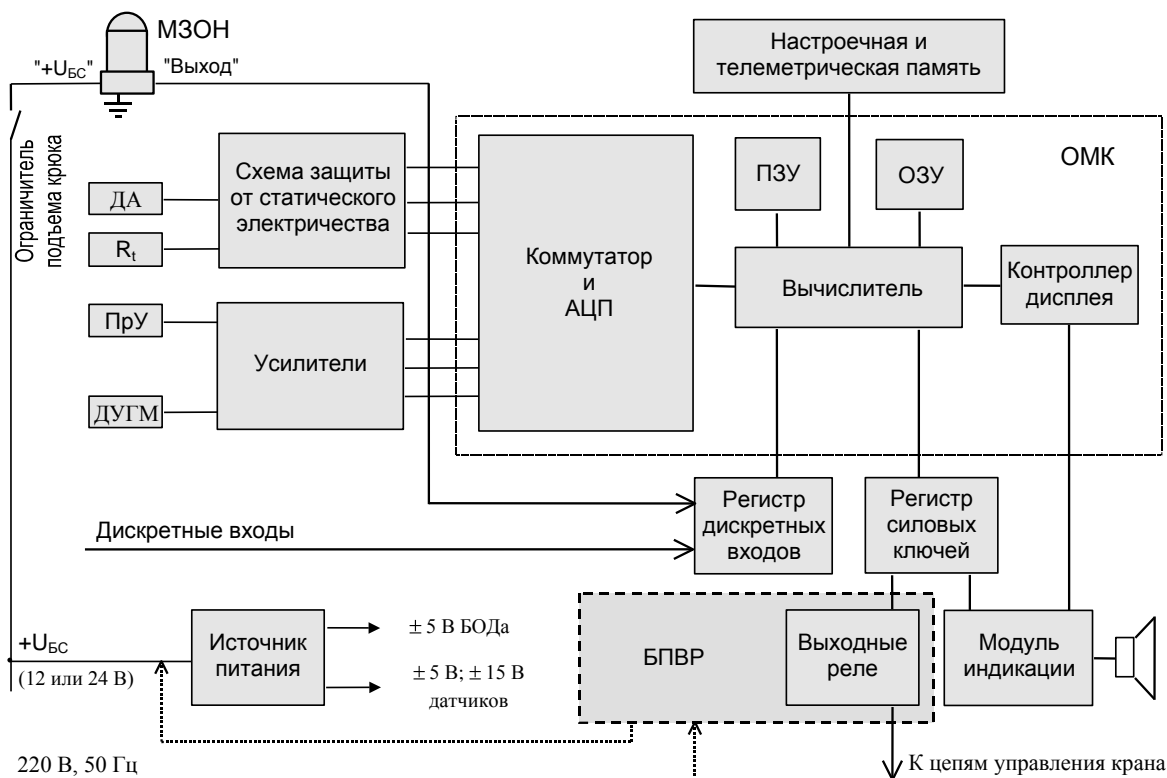

Рисунок 1 - Блок-схема ограничителя
1.4.1 Принцип действия ограничителя (см. рисунок 1) основан на последовательном опросе и преобразовании аналоговых сигналов с датчиков в цифровой код, определении угла наклона и длины стрелы, расчете цифровыми методами величины вылета, высоты подъема (по заданным геометрическим размерам рабочего оборудования крана), а также вычислении фактической массы груза и степени загрузки крана с последующим их сравнением с предельно-допустимыми значениями при выбранном режиме работы.